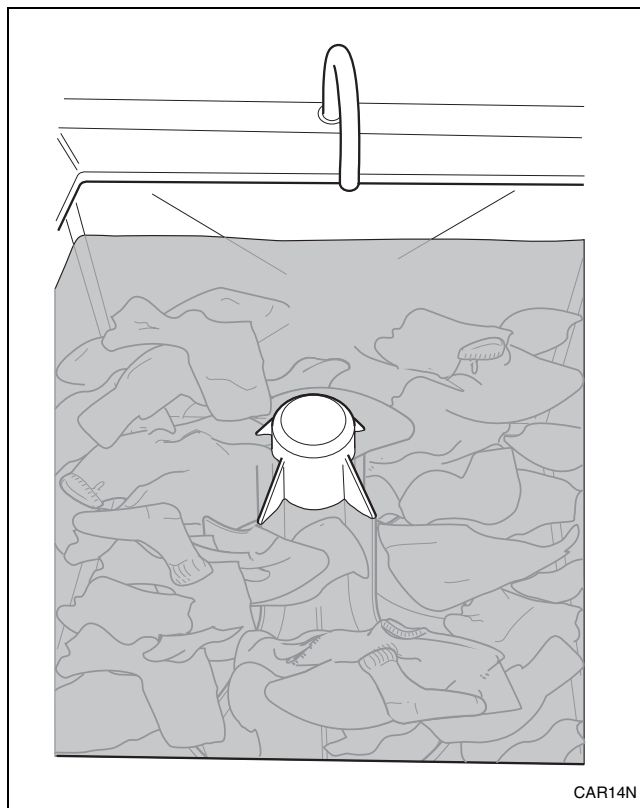

Figura 12
6. Coloque en el compartimiento los artículos que se puedan lavar. Distribúyalos uniformemente alrededor del agitador. Consulte la *Figura 12*.